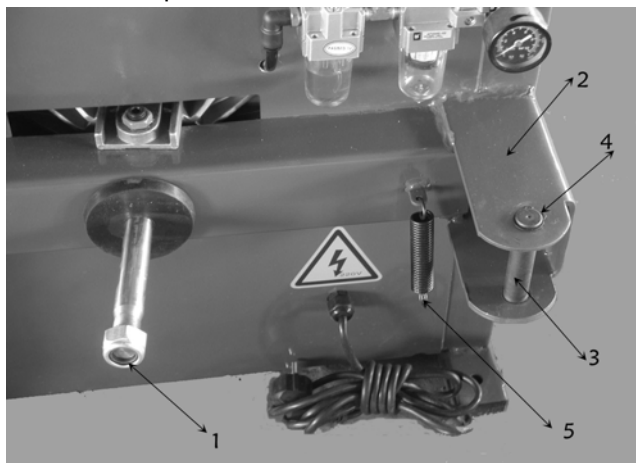

Рис. 4-5
4.2.8 Отвинтите стопорную гайку (1) на переднем конце штока поршня цилиндра разбортовщика. Используйте щипцы для снятия стопорных колец, чтобы снять стопорное кольцо с оси рычага. Снимите ось (3) и подвесьте пружину (5), как показано на рис. 4-5.